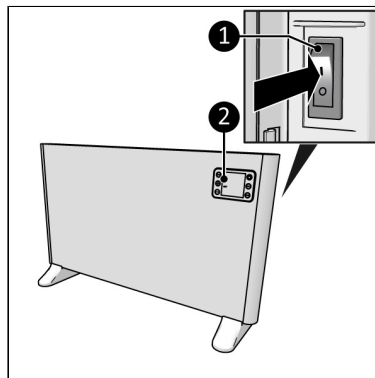

Figure 17.
1. Placez le commutateur ON/OFF en position ON (Figure 17, pos. 1).
2. L'écran (Figure 17, pos. 2) affiche OFF.